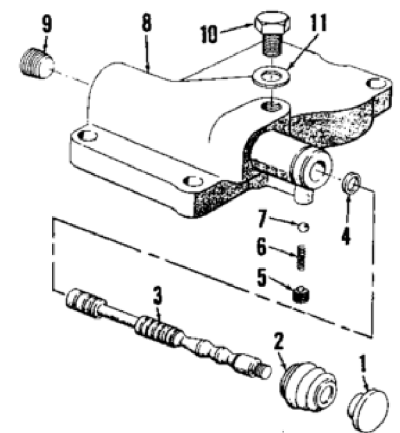

Fig. 424-Exploded view of selector valve assembly available for models 2000, 3000 and 4000. Clamp for boot (2) is not shown.
So Equipped 368. Voor model 2000, 3000 en 4000 trekkers is een keuzeklep beschikbaar voor de bediening van enkelwerkende hydraulische cilinders op afstand, hetzij in combinatie met of onafhankelijk van de 3-punts hefcilinder, van de hydraulische systeemregelklep van de trekker. Raadpleeg Fig. 424 voor geëxplodeerd zicht op de klep. Wanneer de kiezer klep spoel (3) volledig naar binnen wordt geduwd, zal de hydraulische regelklep van de trekker hydraulische pres- zeker aan de 3-punts liftcilinder alleen. Wanneer de klep volledig wordt uitgetrokken, wordt de hydraulische druk alleen naar de keuzekleppoort (10) geleid. Met klep in midden detent positie, pres- zeker is gericht op zowel de 3-punts lift cilinder en de afstandsbediening cilinder poort in de selector klep wanneer de regelklep is in het verhogen van positie. Opmerking: De hefarmen van de 3-puntskoppeling moeten iets worden verlaagd voordat de